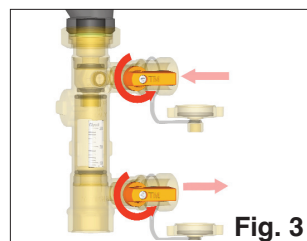

Fig. 3
- Füll- und Entleerventil öffne (Abb. 3);